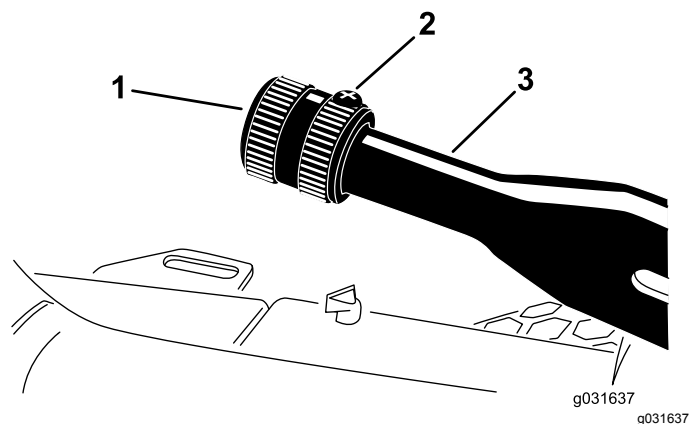

Figura 60
1. Desaperte o parafuso de afinação que fixa o manípulo à alavanca do travão de estacionamento (Figura 60).